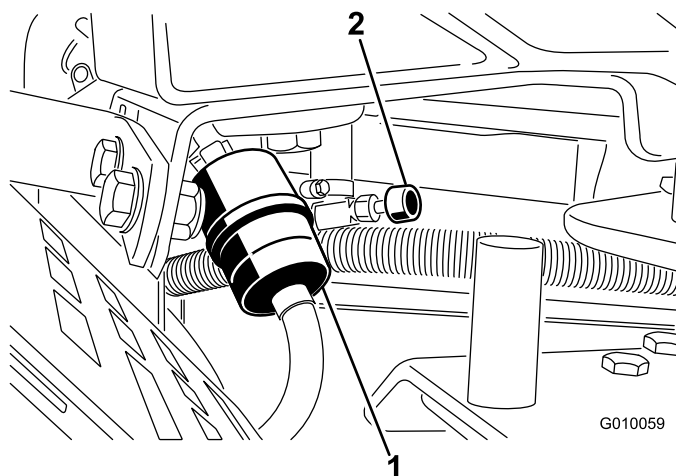

Figura 51
2. Cierre la válvula de cierre del combustible (Figura 51).
3. Apriete los extremos de las abrazaderas y deslícelas por el tubo alejándolas del filtro (Figura 51).
5. Instale un filtro nuevo y acerque las abrazaderas al filtro (Figura 51).
7. Abra la válvula de cierre del combustible (Figura 51).
3. Afloje la abrazadera cerca del filtro de combustible y deslícela por el tubo, alejándola del filtro de combustible (Figura 51).
4. Retire el tubo de combustible del filtro (Figura 51). Abra la válvula de cierre del combustible y deje fluir el combustible a una lata u otro recipiente.
5. Instale el tubo de combustible en el filtro de combustible. Acerque la abrazadera al filtro de combustible para fijar el tubo de combustible (Figura 51).